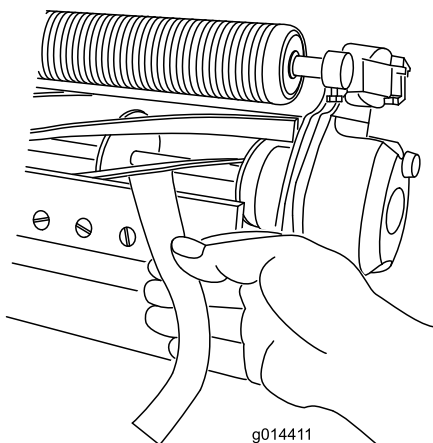

图5
3. 在滚刀的一端将一长条报纸插入滚刀与底刀之间 图5。在从前面插入报纸并与底刀保持平行时缓慢地向前旋转滚刀同时顺时针旋转底刀架调整螺丝在滚刀的
5. 完成调节后检查从前面插入报纸时滚刀是否能压紧报纸以及在与底刀垂直插入时是否会切割报纸图5。